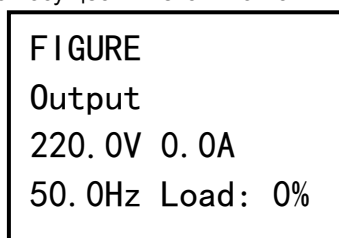

Рисунок 8
- параметры выходного напряжения и величину нагрузки в % (см. рисунок 8);
**При наличии напряжения питающей сети** в пределах допустимого диапазона (см. п/п 1, 3, 4 таблицы 1) изделие питает нагрузки и осуществляет заряд АКБ. На ЖК-дисплее отображается величина выходного напряжения и значение его частоты (см. рисунок 8). На передней панели светятся зеленые индикаторы «СЕТЬ» и «ИНВЕРТОР».